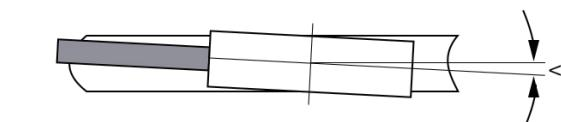

图 6: 计数方向定义/安装
· 读数头必须与计数方向对齐。（见图 6）
- 安装磁栅尺读数头时，要确保磁条和读数头之间的间隙，应确保整个测量长度方向的最大偏差（见图 6）
- 观察在总行进距离中磁栅尺读数头和磁条之间的间隙是否超过容忍距离或读数头是否与磁条接触（见图 6）。
- 读数头的作用面安装未朝向磁条（见图 6）。